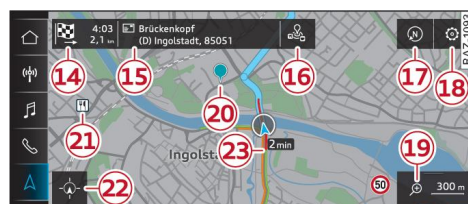

Fig. 140 Objeto marcado en el mapa
- ⑪ Posición actual del vehículo
- ⑫ Información de la ruta ⇒ *pág. 232*
- ⑬ Nombre de la calle por la que se circula
- ⑭ Iniciar el recorrido para un punto marcado en el mapa ⇒ *pág. 223, Seleccionar un destino del mapa*
- ⑮ Mostrar los detalles del destino ⇒ *pág. 222*
- ⑯ Búsqueda inteligente en el área del vehículo ⇒ *pág. 220*
- ⑰ Ajustar la orientación del mapa. Véase también ⇒ *pág. 230*
- ⑱ Ajustes ⇒ *pág. 230*
- ⑲ Ajustar la escala. Para activar y desactivar el zoom automático ⇒ *pág. 230* en el mapa, pulse en la lupa que se muestra. Si la función está activada, aparece el símbolo .
- ⑳ Destino marcado ⇒ *pág. 223, Seleccionar un destino del mapa*
- ㉑ Contenidos del mapa (destinos especiales, favoritos). Cuando hay varios contenidos del mapa muy cerca, los símbolos aparecen agrupados en el mapa. Para mostrar una lista de los distintos símbolos pulse en  ⇒ *fig. 140*. Pulse en un destino especial de la lista.